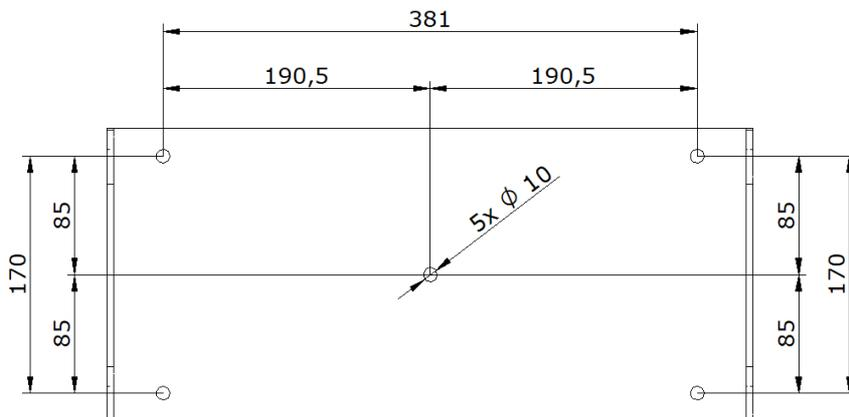

Figura 2 – Suporte de parede de base Wall
- Primeiramente deve efetuar furação na parede de acordo com as indicações do desenho da Figura 2, para aplicar 5 buchas de expansão Aço M8 Z/B, Tabela 3.